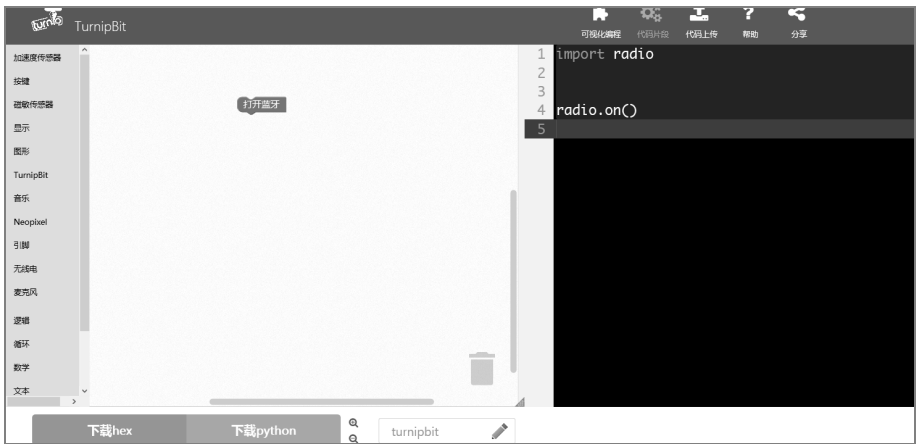

图 7-5 打开“蓝牙”
① 在块选择区中选择“无线电”模块，点击“打开蓝牙”，如图 7-5 所示。